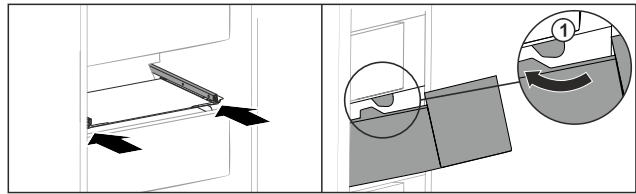

Fig. 221
- ▶ Обведите выдвижной ящик вокруг стопора Fig. 221 (1).